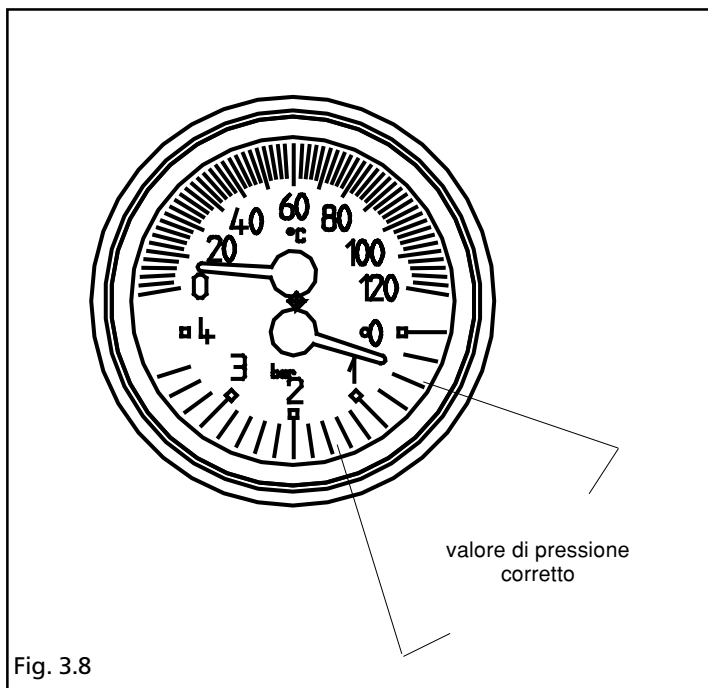

Fig. 3.8
- aprire di due o tre giri il tappo della valvola di sfogo aria automatica (A)
- accertarsi che il rubinetto entrata acqua fredda (B) sia aperto
- aprire il rubinetto di riempimento (C) fino a che la pressione indicata dal termoidrometro arrivi a circa 1 bar (fig. 3.8).